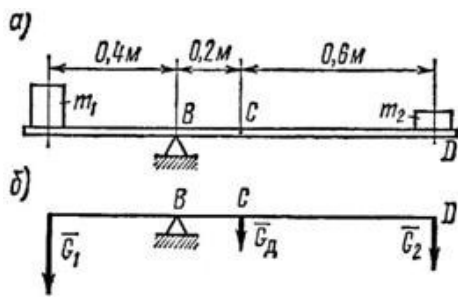

Рисунок 10
1. Какова должна быть масса однородной доски (рис. 10, а), чтобы, опираясь в точке В на гладкую опору, она с положенными на нее грузами  $m_1 = 100 \text{ кг}$  и  $m_2 = 48 \text{ кг}$  находилась в равновесии? Центр тяжести доски расположен в точке С.